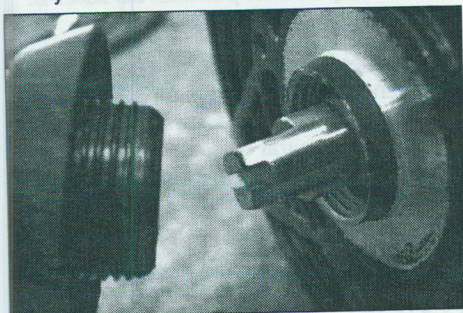

Figura 4
7. Quite la cubierta del eje del motor en la parte trasera del motor (vea Figura 4).